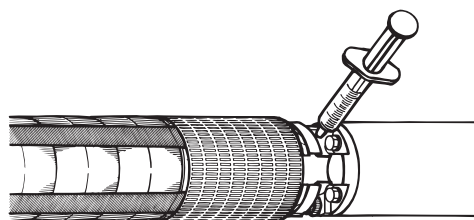

Рис. 10 Положение заправочного клапана
1. С помощью отвертки вытолкните фильтр, установленный перед клапаном в верхней части двигателя. Если в фильтре имеется шлиц, то такой фильтр следует вывернуть. Положение заправочного клапана приведено на рис. Рис. 10.
2. Прижмите наконечник заправочного шприца к клапану и заправьте электродвигатель охлаждающей жидкостью. См. рис. Рис. 10. При этом не следует надавливать шприцем на клапан с чрезмерным усилием, так как это может привести к повреждению и потере герметичности клапана.